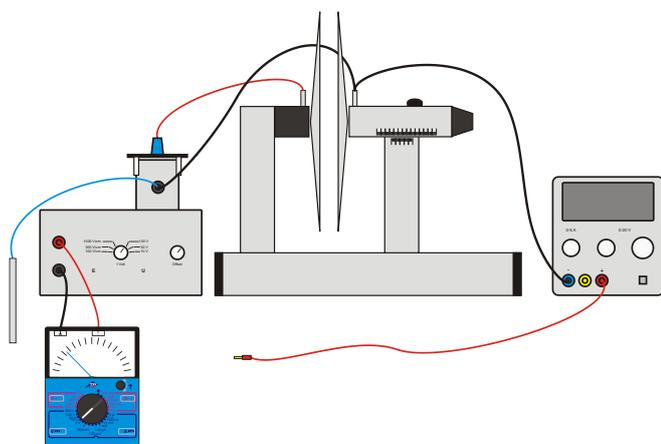

Fig. 2: Montaje experimental.
- Se monta el experimento como se indica en la Fig. 2.